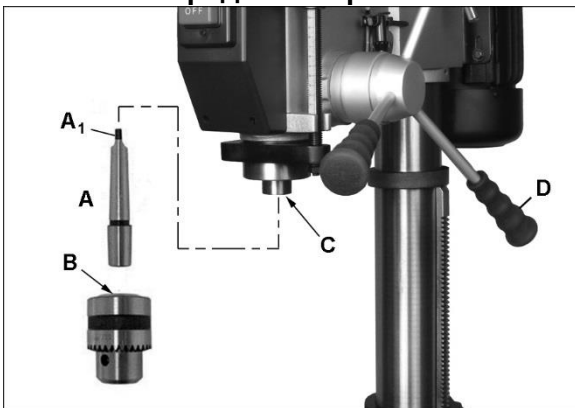

Рис. 6-2: установка патрона и оправки
1. Установите 3 рукоятки подачи в муфту штурвала (D, Рис. 6-2).
17. Тщательно очистите оправку (А, Рис. 6-2), патрон (В) и шпиндель (С). Наличие